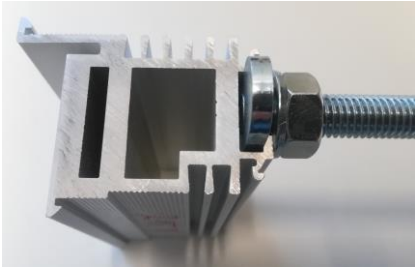

Bild 1: Gewindebolzenmontage
- **Gewindebolzenmontage:** M10 Gewindebolzen mit Gewindemutter, Beilagscheibe und Nutstein (**Bild 1**) zusammenschrauben und in die rückseitige Nut auf der Außenseite der Alu-Zarge einführen, positionieren und fest anschrauben.